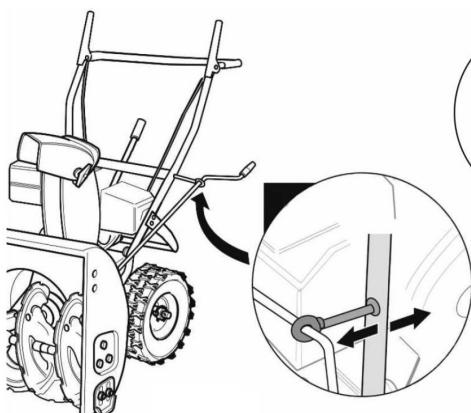

Рис. 4
6.3. Установка рукоятки поворота желоба (Рис. 4, 5)
1. Установите анкерный болт в отверстие на рукоятке управления (Рис. 4).